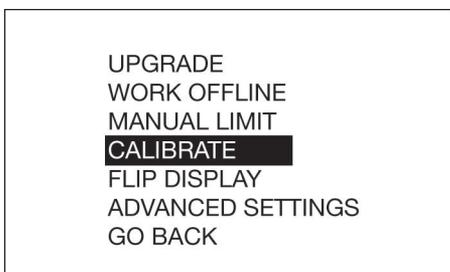

Fig. 17
- Utiliser les flèches HAUT et BAS du pavé de navigation pour sélectionner ÉTALONNAGE (Fig. 17).